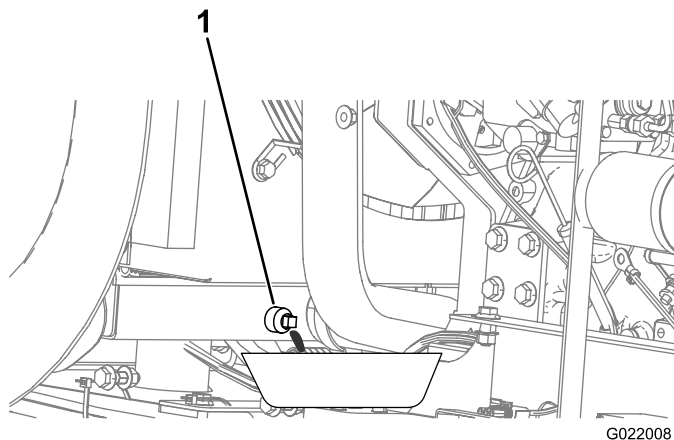

Figure 138
5. Placez un bac de vidange sous le bouchon de vidange (Figure 138).
8. Fermez le bouchon de vidange (Figure 138).
C. Fermez le bouchon de vidange (Figure 138).
- H. Fermez le bouchon de vidange (Figure 138).